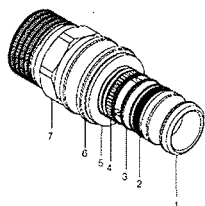

Figure 1 : Raccord à sertir en bronze ou laiton
- des raccords en laiton ou bronze pour raccordement sur composant métallique du réseau par filetage/taroudage gaz (figures 1 et 2),